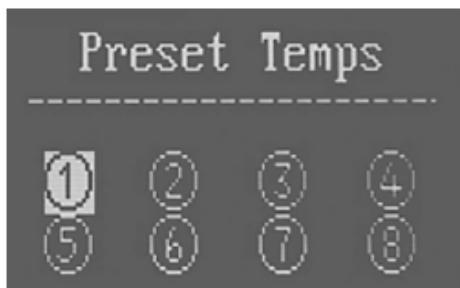

Рис.8
**Preset Temps** – окно вида (Рис.8). Вращением валкодера **COLOR** выбираются ранее запомненные цветовые температуры. Для запоминания текущей цветовой температуры (которая была установлена в режиме CCT до входа в меню **Preset Temps**) длительно нажмите кнопку **COLOR**, запомненное ранее значение изменится на новое.